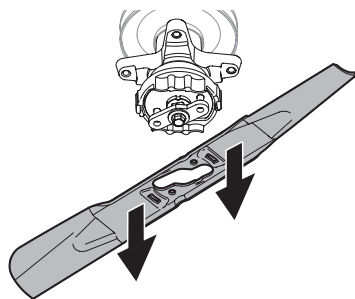

Figure 45
5. Lorsque le trou au centre de la lame s'aligne avec le support de retenue, tirez sur la lame (Figure 45).